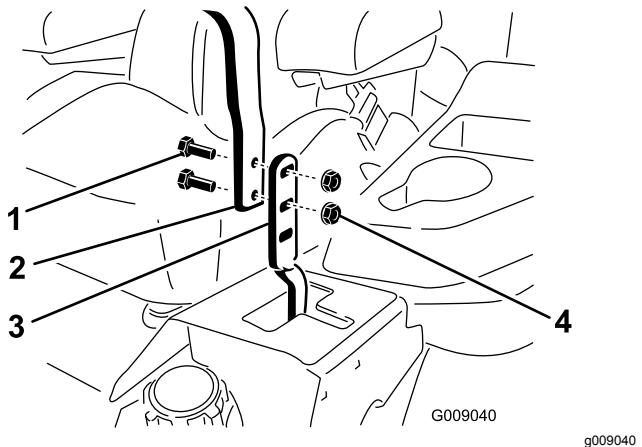

Figura 87
3. Desaperte os parafusos e as porcas flangeadas instalados nas alavancas (Figura 87).
4. Alinhe as alavancas da frente para trás ao unir as alavancas na posição de PONTO MORTO e deslize-as até ficarem alinhadas, a seguir, aperte os parafusos (Figura 87).